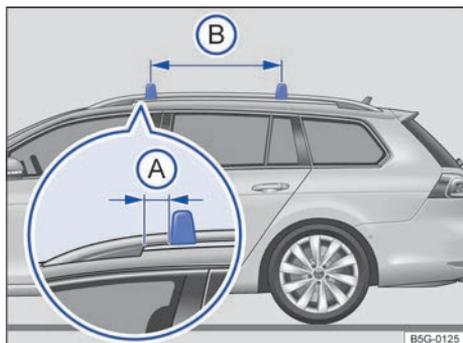

Fig. 162 Barra longitudinal del techo: fijación de las barras transversales.
Las barras transversales se montan en las barras longitudinales del techo. La distancia de la barra transversal longitudinal con respecto al soporte delantero de la barra lateral del techo deberá ser de → fig. 162 (A) 5 cm. La distancia entre las barras transversales (B) deberá ser de aprox. 75 cm.